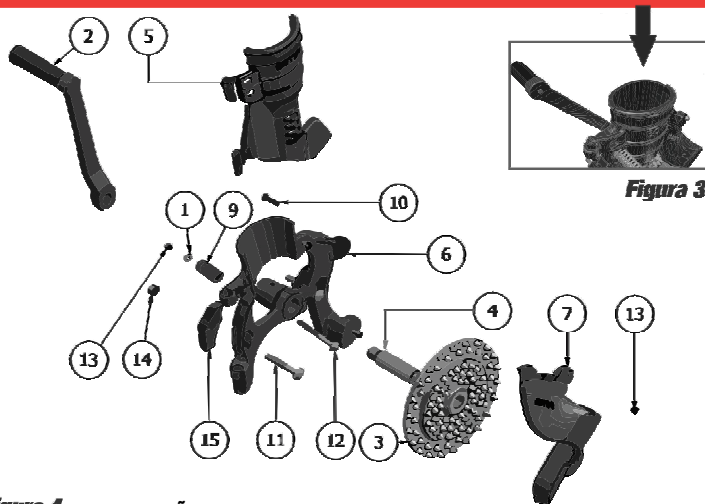

Figura 3
-Fixe-o em um caixote através dos prendedores (15).
-Posicione a espiga no bocal entre as laterais (5,6) conforme figura 3, e gire o cabo (2) para debulhar os grãos secos da espiga.